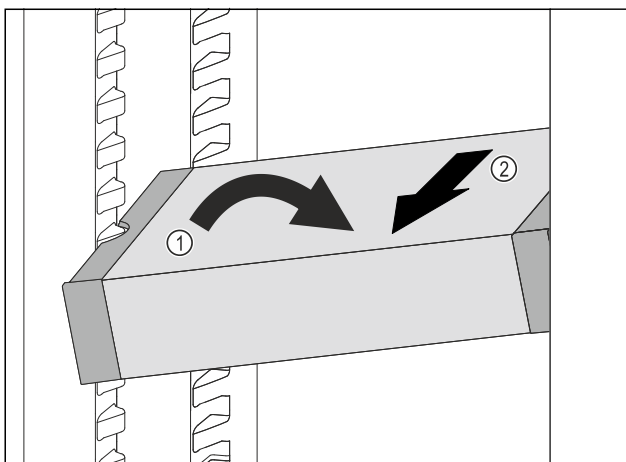

Fig. 112
- ▶ VarioSafe in het koelgedeelte schuin zetten. Fig. 112 (1)
- ▶ VarioSafe naar voren toe verwijderen. Fig. 112 (2)